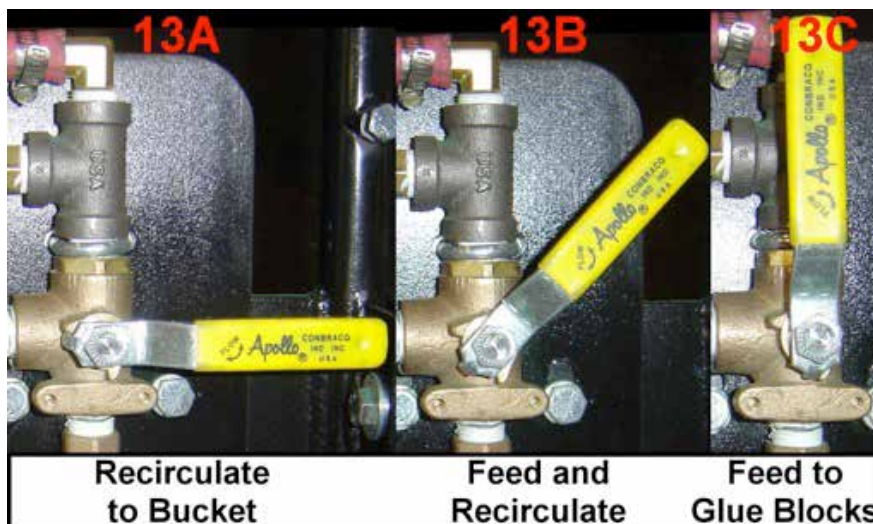

Figura 13 Funcionamiento del sistema de pegamento
2. Como se muestra en la figura 13, existen las siguientes opciones para el pegamento:
4. Gire la válvula de control de pegamento a la posición 13A (figura 13) para hacer recircular el pegamento al cubo.
7. Gire la válvula de control de pegamento a la posición 13C (figura 13) para alimentar los bloques de pegamento. Aplique pegamento aproximadamente a 90° del álabe de compresión. Desenganche el sistema de transmisión. Si los sistemas de pegamento y de transmisión están funcionando correctamente, habrá un cordón de lubricante sobre los álabes de compresión. Use la válvula de compuerta (15B) para regular el caudal.